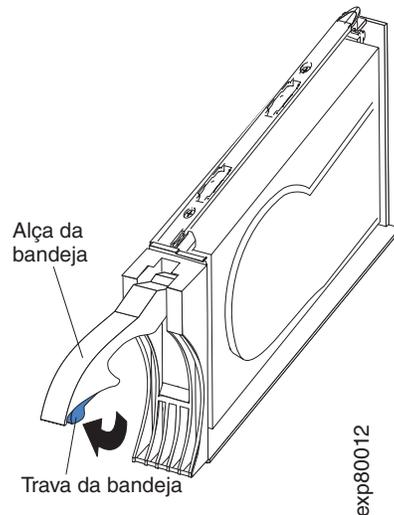

Figura 34. Tratamento da FRU do E-DDM
- b. Puxe o manipulador na bandeja para fora para que ele fique na posição aberta, como mostrado em Figura 34 na página 76.
- a. Solte a trava na FRU de E-DDM pressionando o interior da base da alça da bandeja, conforme mostrado pela seta na Figura 34 na página 76.